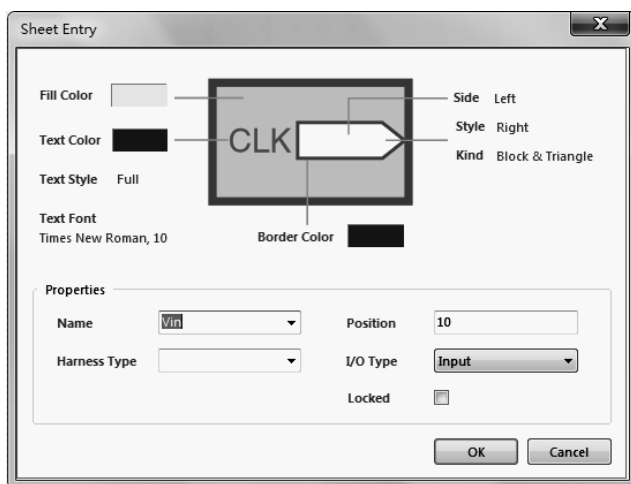

图 5-3-6 Sheet Entry 对话框
(7) 双击电路模块中的 Vin 端口，弹出如图 5-3-6 所示的对话框。将对话框中 Name 文本框里的内容修改为 Repeat(Vin)，单击【OK】按钮。